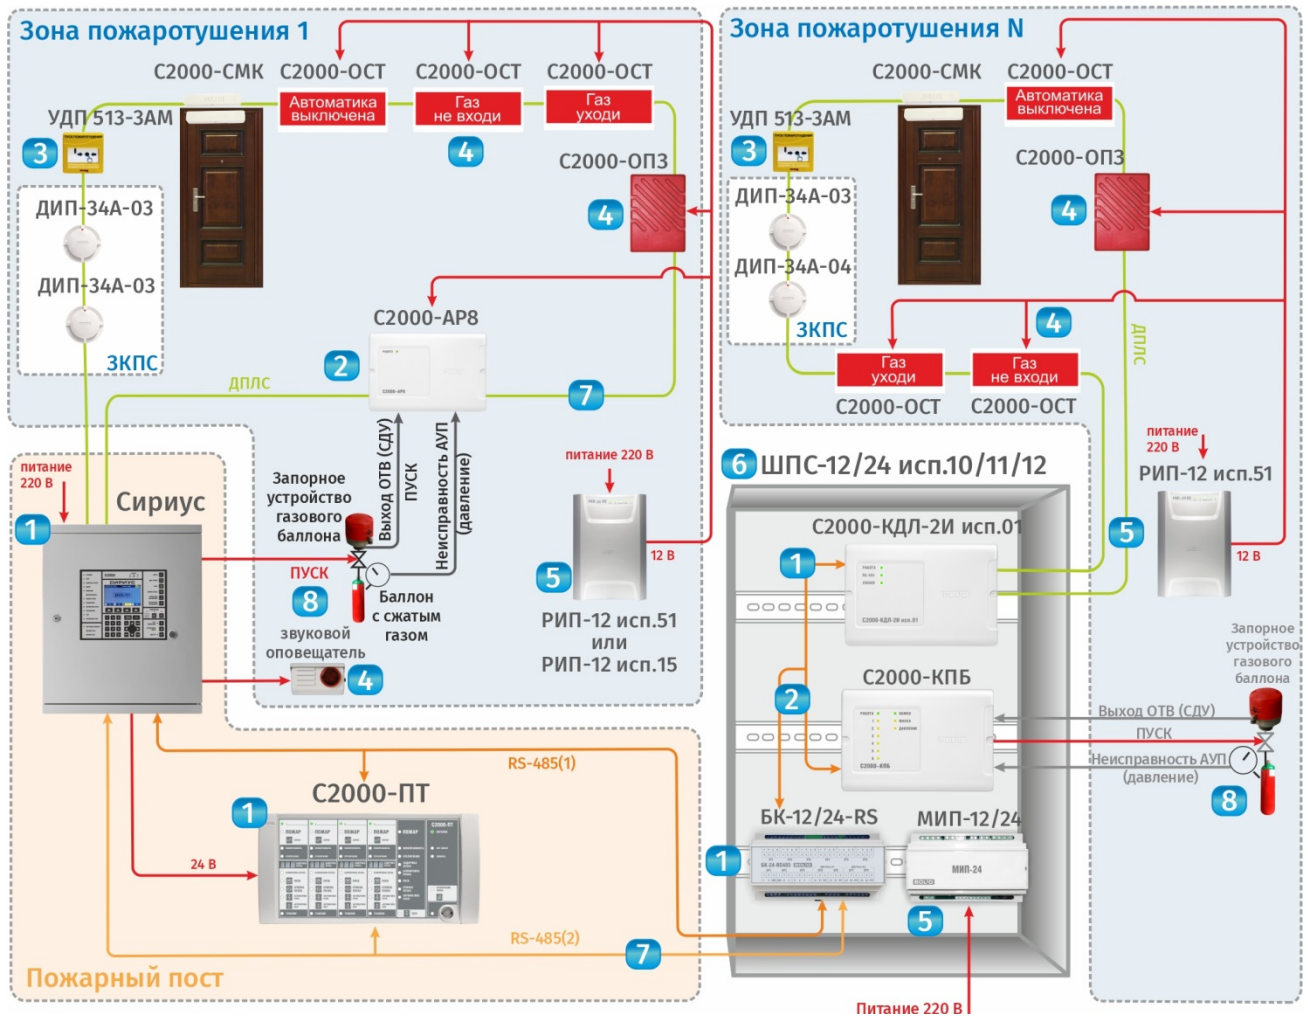

Рис. 1. Структурная схема АУГП
Структурные схемы автоматических установок газового пожаротушения (АУГП), порошкового пожаротушения (АУПП), аэрозольного пожаротушения (АУАП), пожаротушения тонкораспыленной водой (АУП-ТРВ) в ИСО «Орион» представлены на рис.1 - 3.
1. Приборы управления, включая вспомогательные функциональные модули (исключая устройства ввода-вывода): поз.1 на рис.1 - 3.
2. Устройства ввода-вывода: поз.2 на рис.1 - 3.
3. Устройства дистанционного пуска: поз.3 на рис.1 - 3.
4. Светозвуковые оповещатели и табло: поз.4 на рис.1 - 3.
5. Источники питания: поз.5 на рис.1 - 3.
6. Вспомогательные конструктивные модули: поз.6 на рис.1 - 3.
7. Линии связи: поз.7 на рис.1 - 3.
8. Технологическое оборудование АУП (модули с ОТВ, манометры и др.): поз.8 на рис.1 - 3.